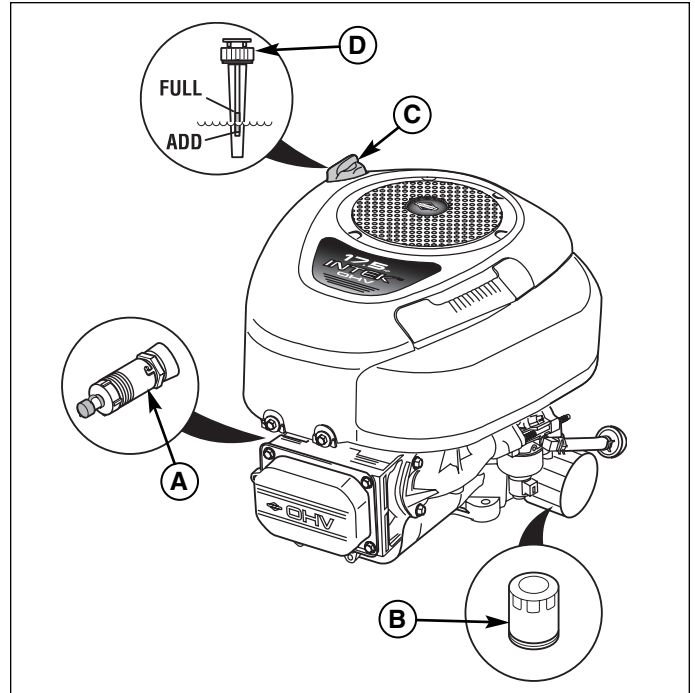
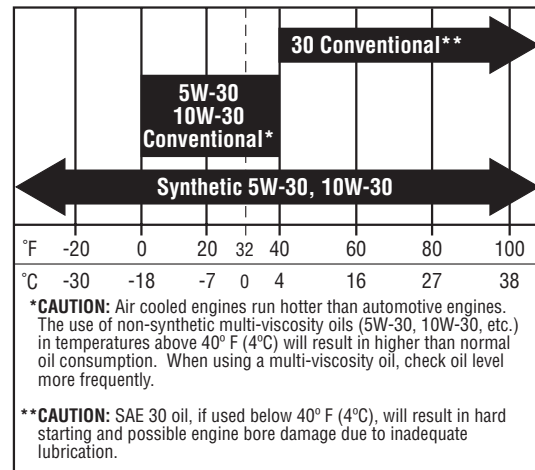

Figure 22. Modèles Briggs & Stratton mono-piston
Figure 25. Huile moteur conseillée - modèles Briggs & Stratton
2. Nettoyer la zone autour de la jauge manuelle (C, Figure 22 ou 23).
3. Extraire la jauge (C) et l'essuyer avec une serviette en papier.
4. Réintroduire la jauge (C) dans le moteur. Sur les **modèles Briggs & Stratton**, revisser le capuchon sur le tube. Sur les **modèles Kohler**, enfoncer fermement le capuchon (C) en place.
5. Extraire la jauge manuelle et lire le niveau d'huile. Le niveau d'huile doit être entre les repères FULL et ADD (D). Si ce n'est pas le cas, ajouter de l'huile conformément aux tableaux de recommandation des huiles (Figure 25).
1. Place un récipient adapté d'une capacité de 4,5 litres (4 quarts) sous le robinet de vidange d'huile (A, Figure 22 ou 23).
2. Desserrer ou sortir la jauge (C, Figure 22 ou 23).
1. Nettoyer la zone autour de la jauge manuelle (C, Figure 22 ou 23) et du robinet de vidange d'huile (A).
3. Déposer le filtre à huile (B). Le mettre au rebut.